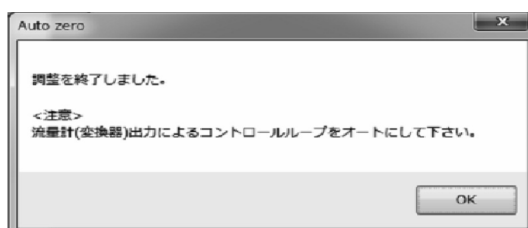

図143
- ⑤ 「OK」 をクリックし、ゼロ点調整が実行され、終了すると、メッセージボックス(図143)が表示されますので、「OK」 ボタンをクリックすれば自動ゼロ点調整は終了です。